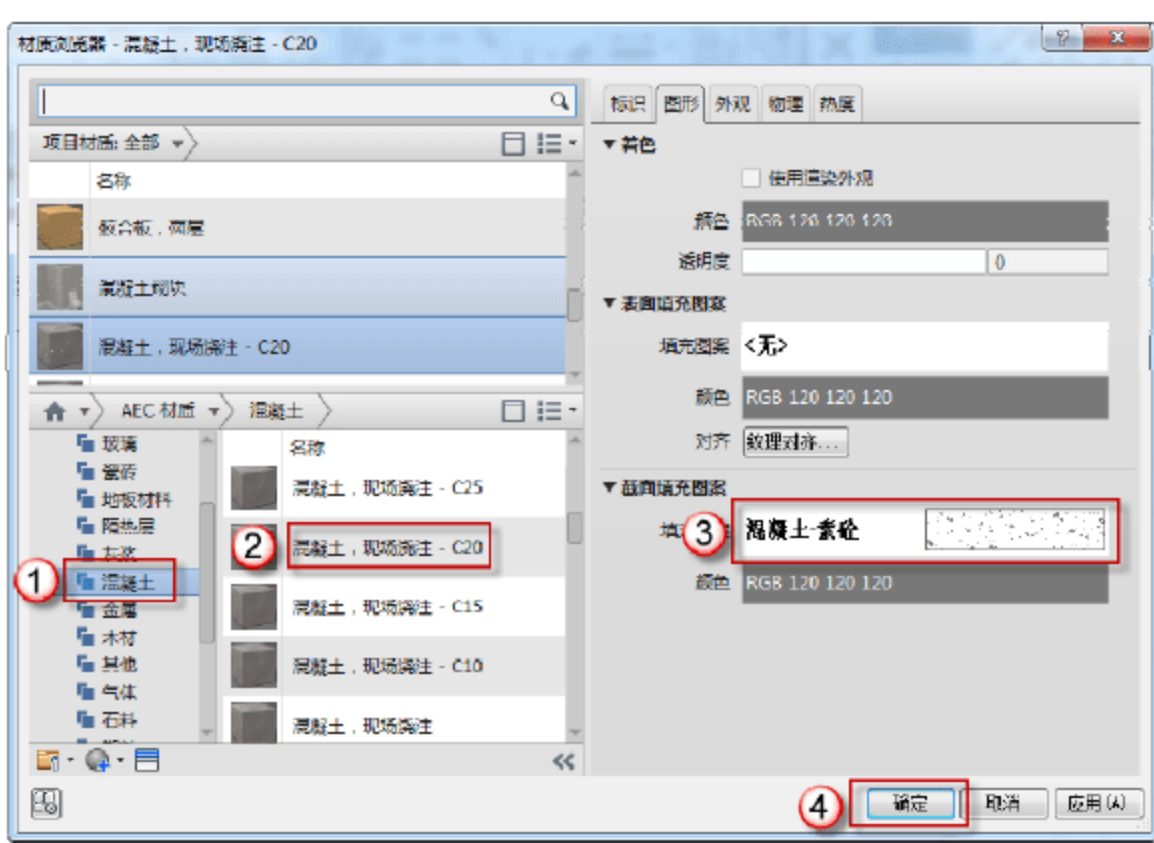

图 9.2.10 编辑“衬底[2]”材质
(8) 编辑“衬底[2]”材质。在“编辑部件”对话框中，单击“衬底[2]”对应的“材质”单元格右上角的“浏览”按钮，在弹出的“材质浏览器”对话框中，在“AEC 材质”下选择“混凝土”→“混凝土，现场浇注-C20”，填充图案选择“混凝土-素砼”图案，如图 9.2.10 所示。单击“确定”按钮，返回“编辑部件”对话框，然后将其对应的厚度设置为“70mm”。